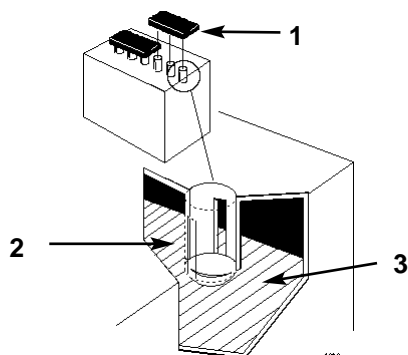

Figure 38
2. Ouvrir les bouchons pour voir l'intérieur des éléments. L'électrolyte doit atteindre la partie inférieure du tube (Fig. 38). Ne pas laisser le niveau baisser au-dessous de la marque LOWER (MINIMUM) (Fig. 38).
2. Soulever les bouchons de remplissage (Fig. 38).
3. Verser doucement de l'eau distillée dans chaque élément de la batterie jusqu'à ce que le niveau atteigne la partie inférieure du tube (Fig. 38).